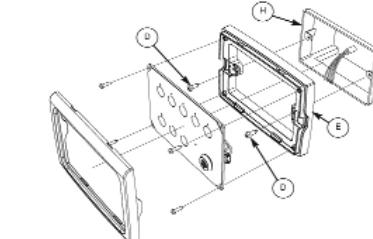

fig.2
#### INSTALLATION A EMBOÎTEMENT (fig.2)
- Fixez la base (PARTIE E Fig. 2) avec les vis appropriés au boîtier (PARTIE H Fig.2).
#### MONTAJE A EMPOTRAR CON CAJA (fig.2)